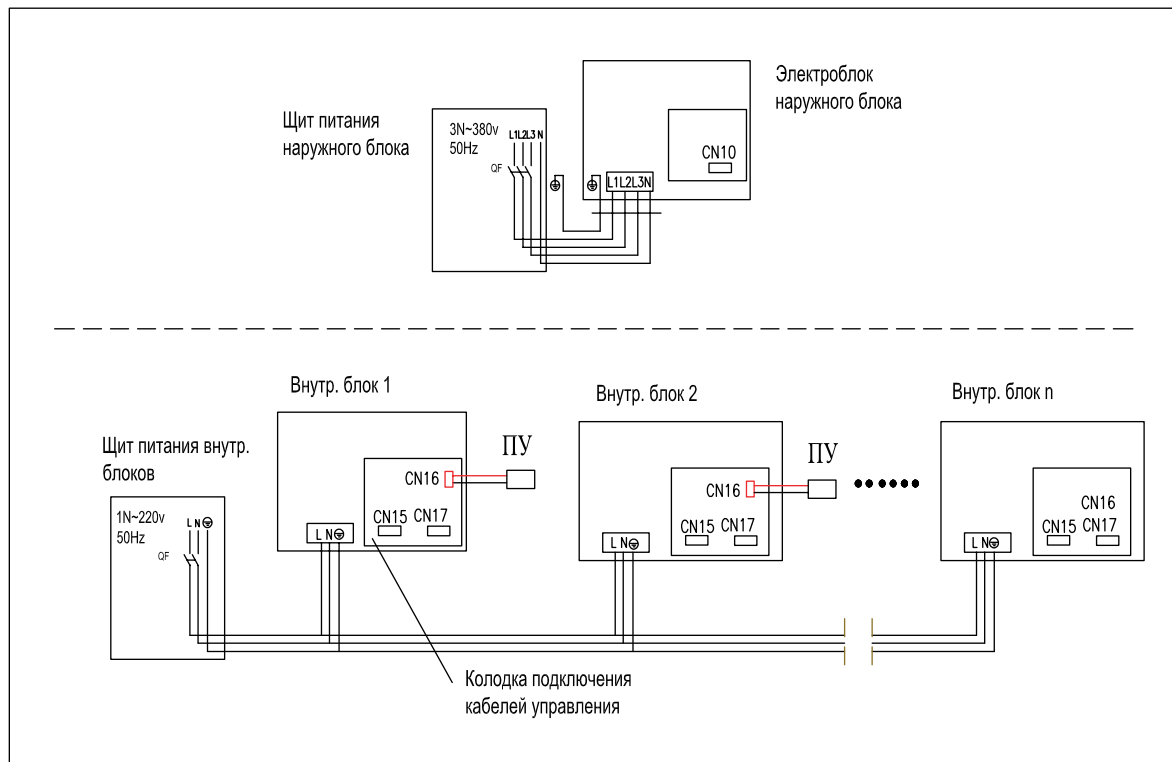

Рис.5.8 — Схема подключения кабеля электропитания при 3-х фазном электропитании наружного блока и однофазном внутренних блоков
5.6.5.1 Внутренние и наружные блоки подключаются к сети электропитания в соответствии со схемами на рис.5.8, 5.9, 5.10.